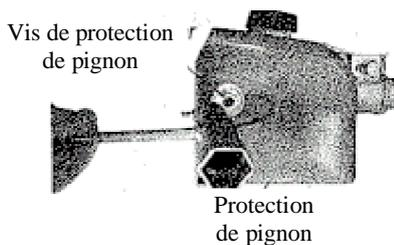

Figure 16
1. A l'aide de la petite extrémité de la clef à bougie, dévisser la vis de protection de pignon (pour dévisser, tourner dans le sens inverse des aiguilles d'une montre) et retirer la protection de pignon. Voir Figure 16.